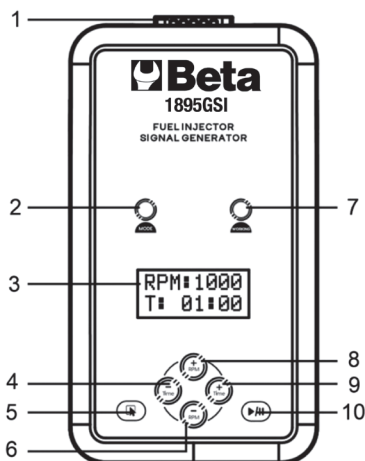

Fig. 1
- Selecionar a velocidade de rotação simulada desejada, carregando os botões "+" (8 Fig. 1) e "-" (6 Fig. 1).
- Configurar a duração do processo carregando os botões "+" (9 Fig. 1) e "-" (4 Fig. 1).